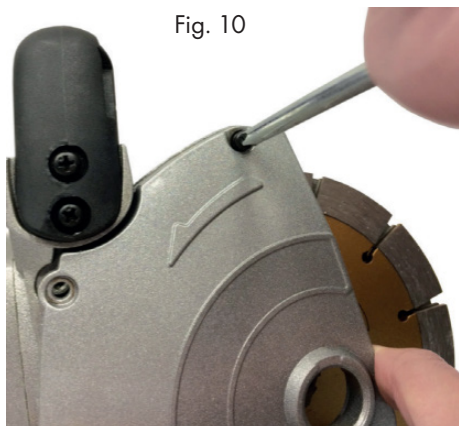

Fig. 10
- Verwijder de zijafdekking (15) door de drie schroeven los te draaien, Fig. 10.